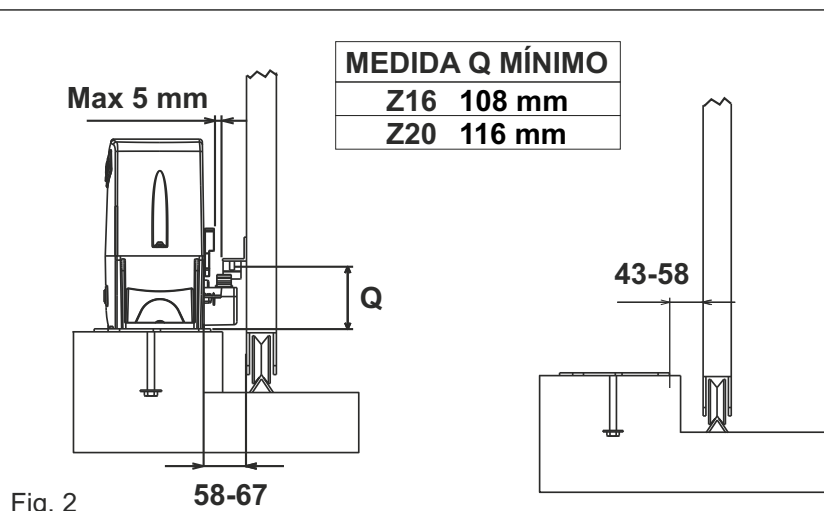
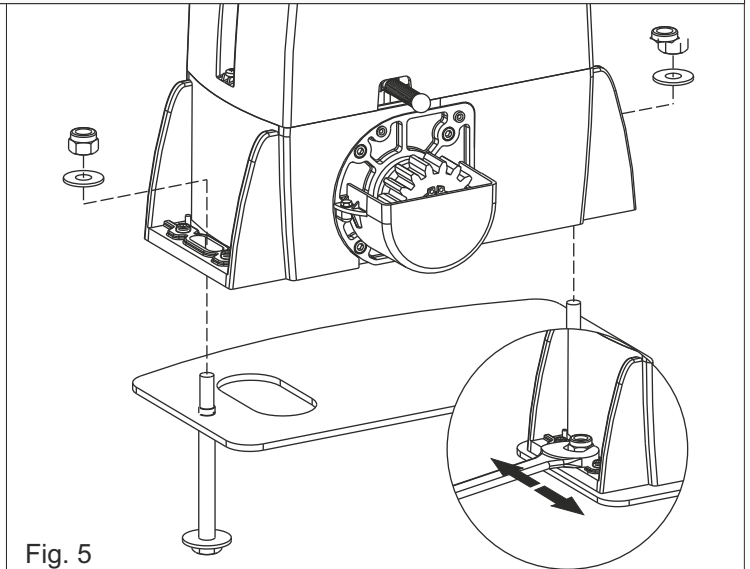

Fig. 2
Fig. 5
**2.3.** Antes de cementar la placa, asegúrese de que esté perfectamente horizontal y que se respete la dimensión de 58-67 mm indicada en la Fig. 2.
- 4.2.** Fijar el operador a la placa de base mediante las 2 tuercas suministradas, ajustando su posición lateral (Fig. 5) para cumplir con las dimensiones indicadas en la Fig.2